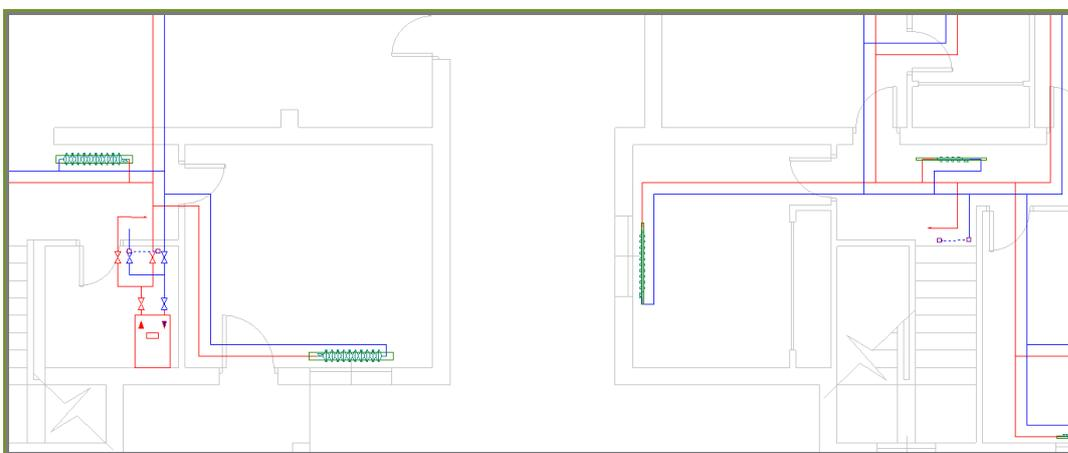

Figura 18. Apariencia del enlace entre los tramos de ida.
- A continuación, acceda a la opción de menú **Dibujar/Enlace** y ejecútela. Observará como aparecen dos flechas, una en cada tramo seleccionado, apuntándose mutuamente. Esto indica que los dos nudos se consideran enlazados (Figura 18).